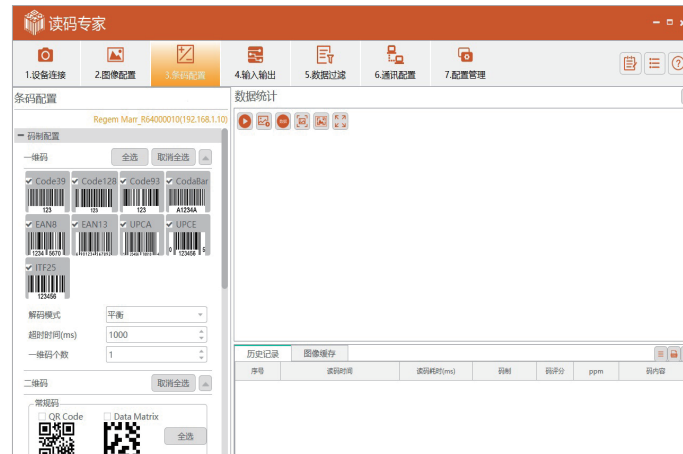

图 4-4
- 1、在顶部菜单栏的条码配置中更改检测的码制个数，如图 4-4 所示。